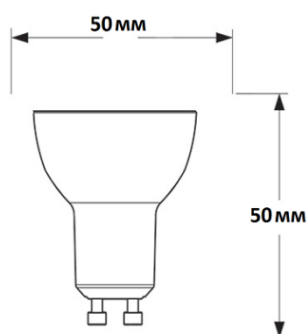

Рис. 11
5. Установите новую лампочку (рис. 11), действуя в обратном порядке.